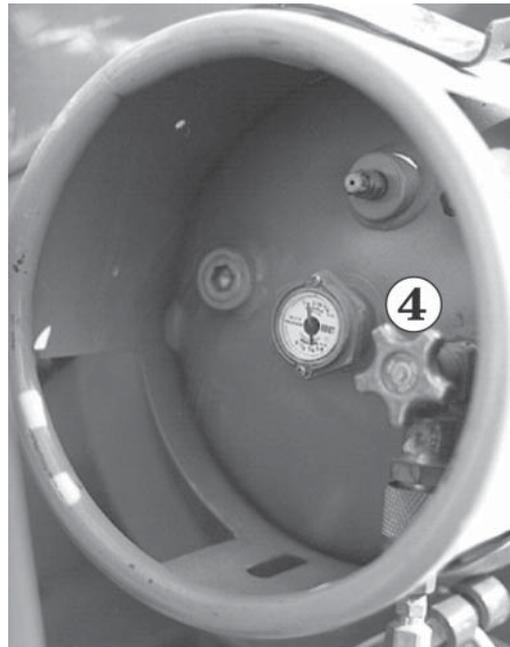

Abb. 8.12
4. **Für Flüssiggasbetrieb:** Öffnen Sie das Ventil **4** (siehe Abb. 8.12) an der Oberseite des Flüssiggasbehälters vollständig (gegen den Uhrzeigersinn bis zum Anschlag aufdrehen).